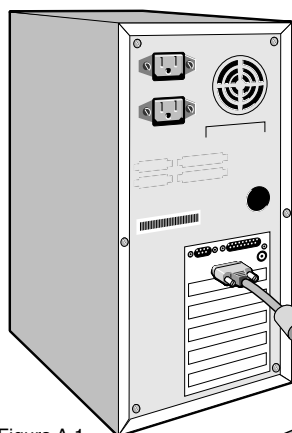

Figura A.1
2. **Para PC:** Conecte el cable LCD1525M D-SUB mini de 15 espigas de señal de video a la tarjeta gráfica del ordenador (Figura A.1) Apriete todos los tornillos.